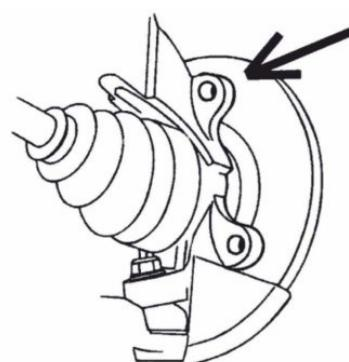

Рисунок 13
- 7.2.1** См. рис. 13 и 14, на них показаны отверстия для крепления суппорта